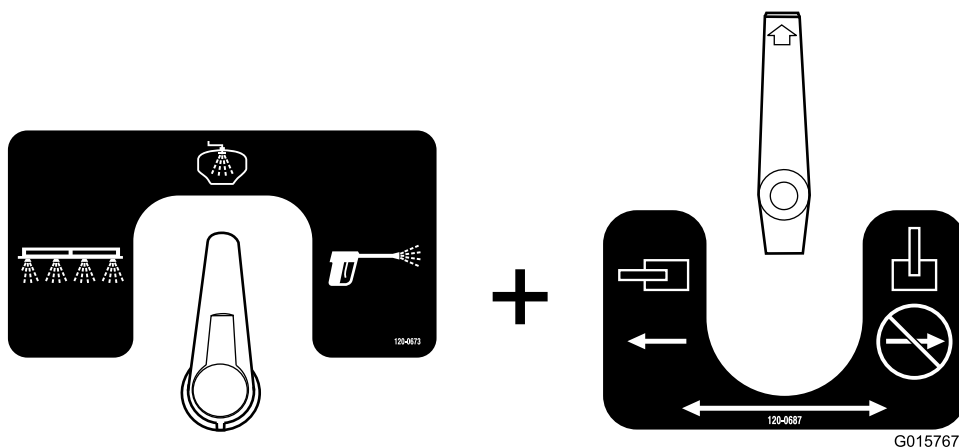

Figura 34
- Esta é a configuração de lavagem do depósito (Figura 34). Utilize esta configuração para pulverizar a água de lavagem pelos bicos de lavagem no depósito.